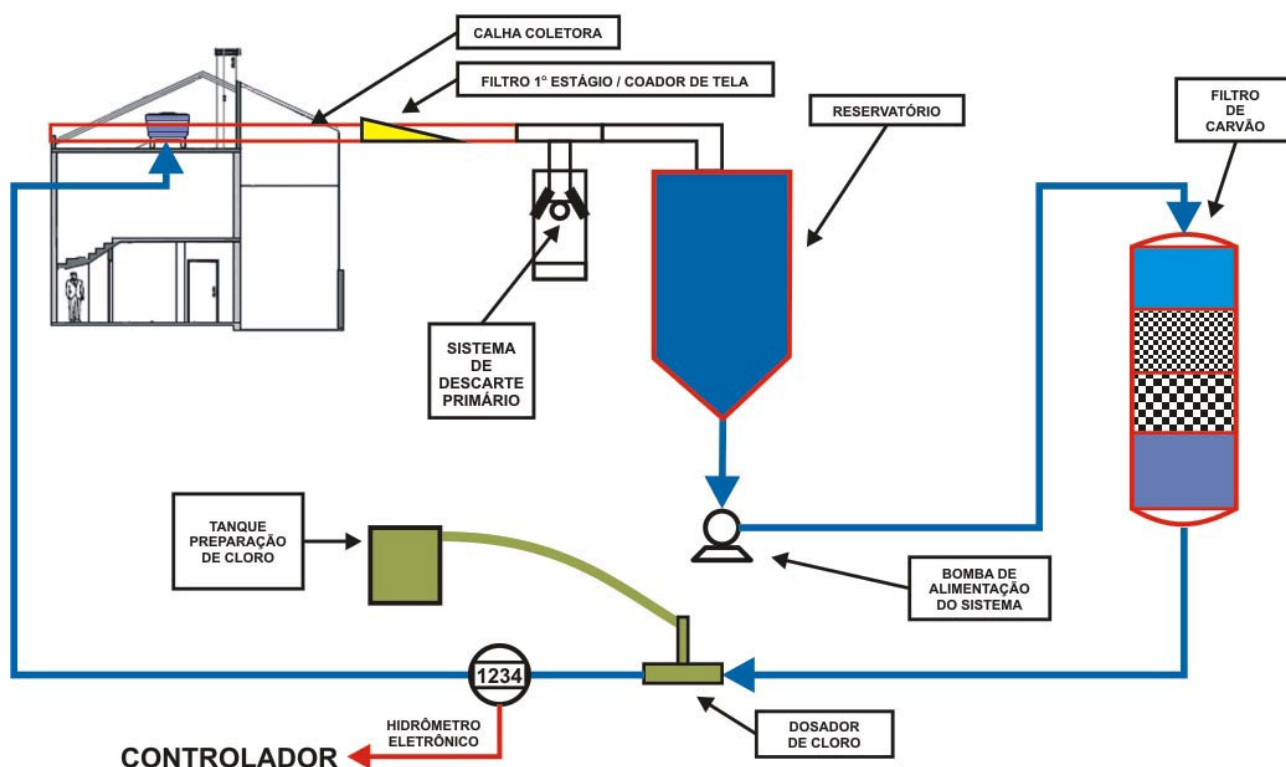

Figura 4 – Sistema de Captação e Tratamento de Água de Chuva
- f) **Sistema de Captação e Tratamento de Água de Chuva** – A reutilização de água de chuva, além de proporcionar economia no consumo de água potável, é uma contingência para o ser humano do ponto de vista da preservação de recursos naturais, tanto que os governos nas áreas federal, estadual e municipal já estão implementando legislações específicas obrigando a reutilização e normatizando os tipos e qualidades do tratamento a ser utilizado (Figura 4).